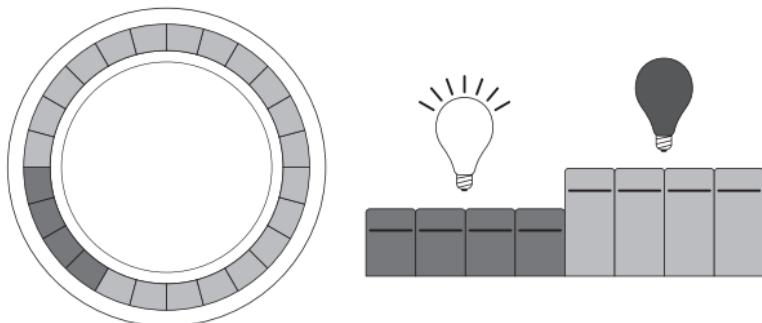

Рисунок 4. Программирование секторов таймеров
- ① – ручное включение таймера,
- ② – таймер работает согласно заданной программе.
5.8. Программирование секторов таймеров (Рисунок 4):